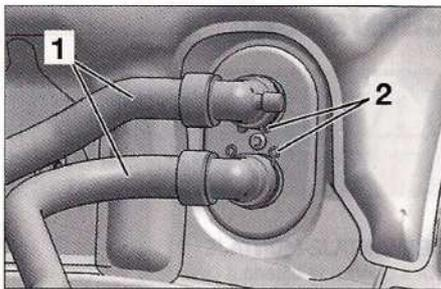

FIG. 29
- Colocar pinzas para manguitos en los manguitos (1) de refrigeración motor, en los manguitos de calefacción (Fig.29).